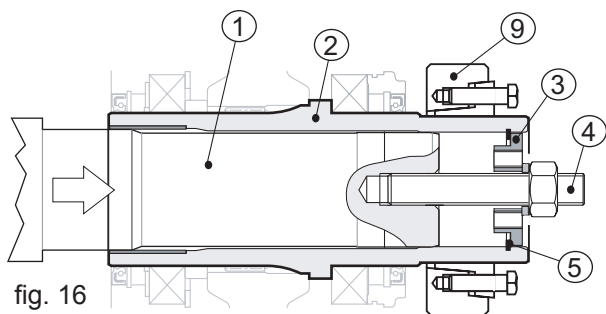

fig. 16
Em seguida, inserir em suas sedes primeiro o anel de retenção para a parte interna (pos. 5) e depois a placa de retenção (pos. 3); neste ponto, aparafusando a porca da barra rosqueada os dois eixos são colocados bem apertados entre si (ver fig. 16).